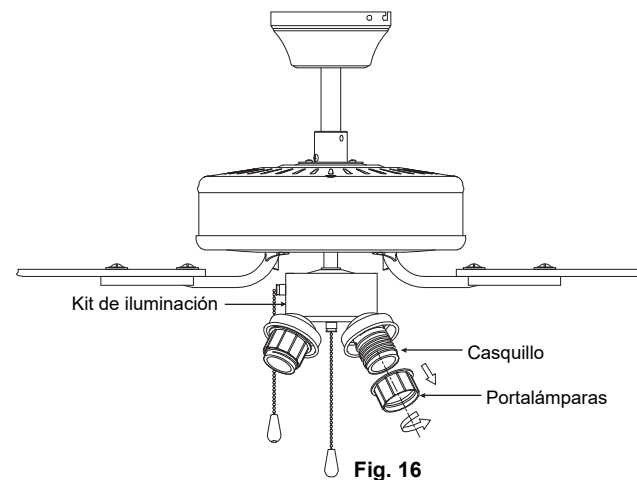

Fig. 16
Paso 1. Afloje el portalámparas del casquillo (Fig. 16).